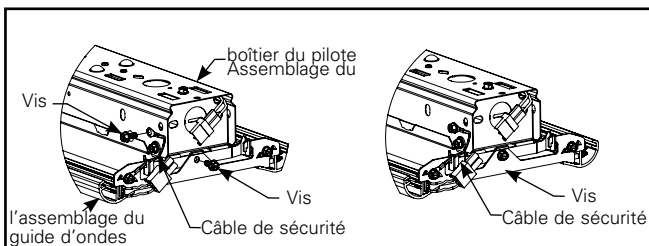

Figure 5.5.
- E. Fixez l'assemblage du guide d'ondes à l'assemblage du boîtier du pilote à l'aide des vis et des câbles de sécurité fournis avec l'assemblage du guide d'ondes en utilisant un long tournevis ou un outil à angle droit (figure 5.5).